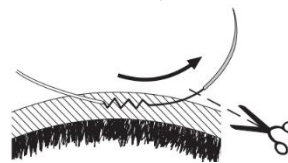
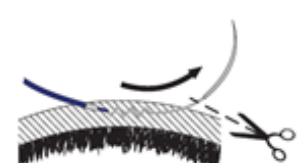
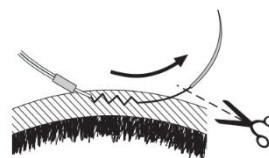

図1a TME. Z
図1b TME. Z
図1c TME. Z
- \*\* 1) Zタイプ(TME. Z)の設置と固定(図1a、図1b、図1c)